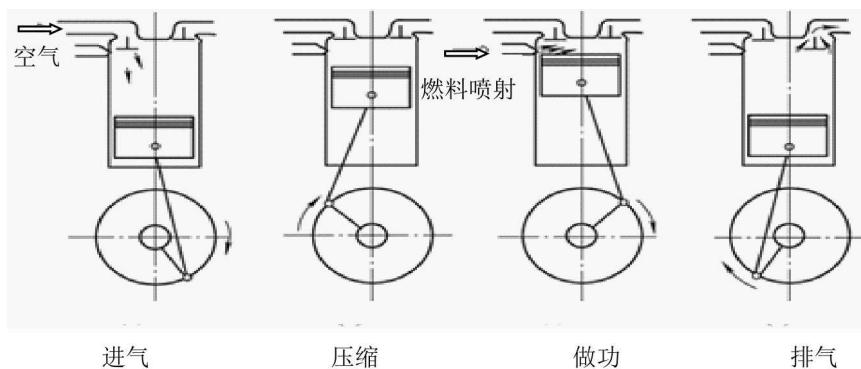

图 1-5 四冲程柴油机工作原理
(1) 因柴油和汽油性质不同，柴油不易蒸发，但其混合气的自燃点却比汽油混合气的低（柴油为  $350^{\circ}\text{C} \sim 380^{\circ}\text{C}$  左右，汽油为  $510^{\circ}\text{C} \sim 530^{\circ}\text{C}$  左右）。因此，柴油机在可燃混合气的形成、着火方式等方面与汽油机有较大区别。
(2) 柴油机在混合气着火时是靠压燃（压缩后的空气温度约为  $800 \sim 1000\text{ K}$ ，高于柴油的自燃点），而汽油机是靠火花塞产生高压电火花来点燃的。
(3) 柴油机进气冲程时，吸入气缸内的是纯空气，柴油经喷油泵将油压提高到  $10\text{ MPa}$  以上，在压缩接近终了时通过喷油器进行气缸内喷油，在很短的时间内与压缩后的高温空气混合燃烧。因此，这种发动机的可燃混合气是在气缸内形成的。
(4) 由于柴油机压缩比高，所以压缩终了时气缸内的压力和温度都比汽油机高，压力可达  $3.5\text{ MPa} \sim 4.5\text{ MPa}$ ，温度高达  $477^{\circ}\text{C} \sim 723^{\circ}\text{C}$ ，远远超过了柴油的自燃点。故喷入气缸内的柴油与空气在很短的时间内雾化、蒸发、混合便立即自行着火燃烧。气缸内气压急剧上升，高达  $6\text{ MPa} \sim 9\text{ MPa}$ ，温度高达  $1723^{\circ}\text{C} \sim 2223^{\circ}\text{C}$ 。在高压气体的作用下，活塞向下运动并带动曲轴旋转而做功，废气同样经排气管排入环境大气。
(5) 四冲程柴油机工作原理和四冲程汽油机相似，也是以连杆为纽带，活塞与曲轴进行“你推我，我推你”的进行热能和机械能的转换过程。其工作原理如图 1-5 所示。
(6) 四冲程柴油机与四冲程汽油机一样，每个工作循环也包括进气、压缩、做功和排气四个冲程。参照汽油机工作循环的四个冲程，请同学们根据图 1-5，表述四冲程柴油机工作循环进气、压缩、做功和排气四个冲程。